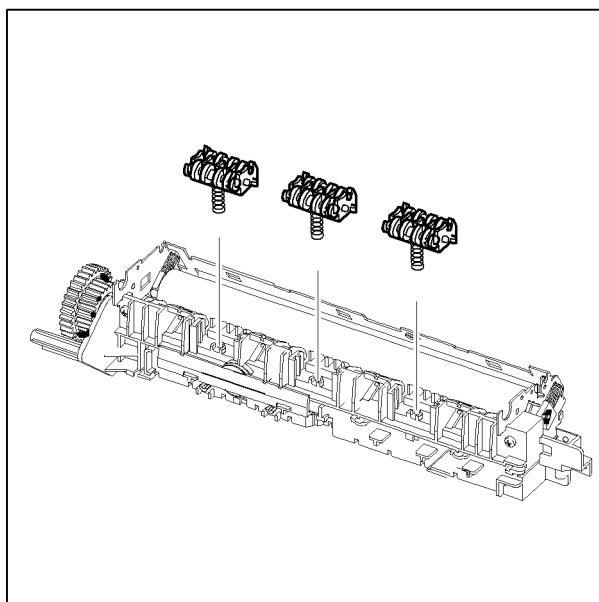

Рисунок 5
6. Снимите узлы подвески ролика, рисунок 5.